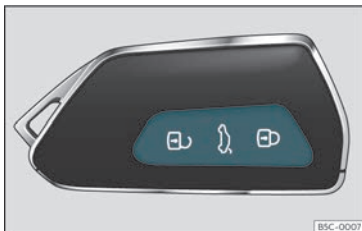

Fig. 70 Chave por control remoto:teclas.
- Bloquear: prema o botón »» fig. 70 .